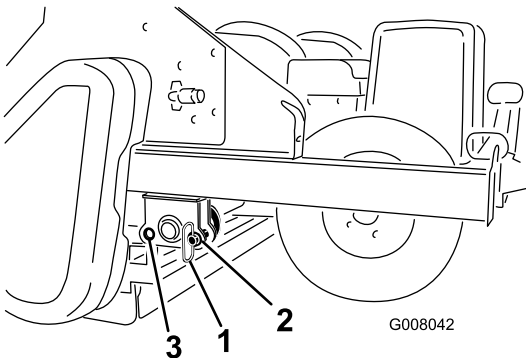

Figura 20
7. Retire os pinos de armazenamento do orifício frontal e insira-os na posição do orifício traseiro durante a operação (Figura 20).